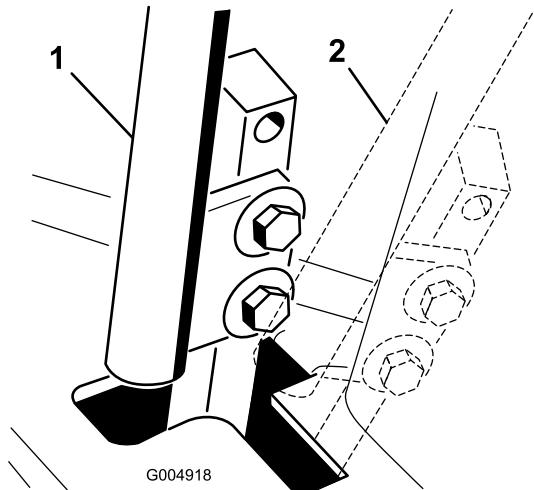

図 62
- レバーのうちの1本をニュートラル位置にセットするがロックはしない(図 62)。
6. コントロール・レバーと、コンソールのノッチとの位置関係を見る(図 62)。レバーがノッチの中心に整列しており、レバーを外側に倒せばニュートラル固定位置にセットされる状態であれば適切である。